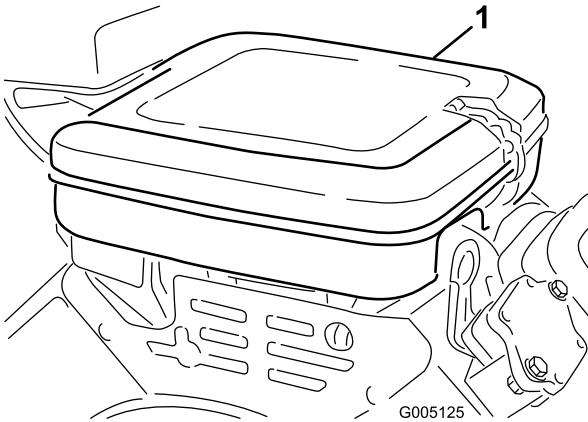

Figura 40
1. Pulite accuratamente il coperchio (Figura 40).
3. Togliete il dado ad alette che fissa gli elementi al corpo del filtro dell'aria (Figura 40).